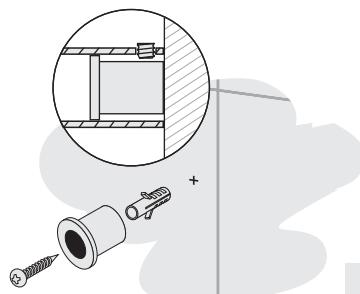

Рис.3
4.1.4. В полученных метках сделать отверстия диаметром 6 мм и произвести монтаж шайб скрытого крепления к стене с помощью саморезов и дюбелей (рис. 3).
ВНИМАНИЕ! Шайбы скрытого крепления разные. Для верхнего крепления шайбы длиннее это необходимо для монтажа полотенцесушителя при скрытом подключении. Длинные шайбы скрытого крепления позволяют при установке отодвинуть полотенцесушитель от стены для удобства соединения его к скрытой проводке. Шайбы необходимо монтировать к стене плоскостью меньшего диаметра (рис. 3).
4.3.4. В полученных метках сделать отверстия диаметром **6 ММ** и произвести монтаж шайб скрытого крепления к стене с помощью саморезов и дюбелей, шайбы необходимо монтировать к стене плоскостью меньшего диаметра (см. рис. 3).